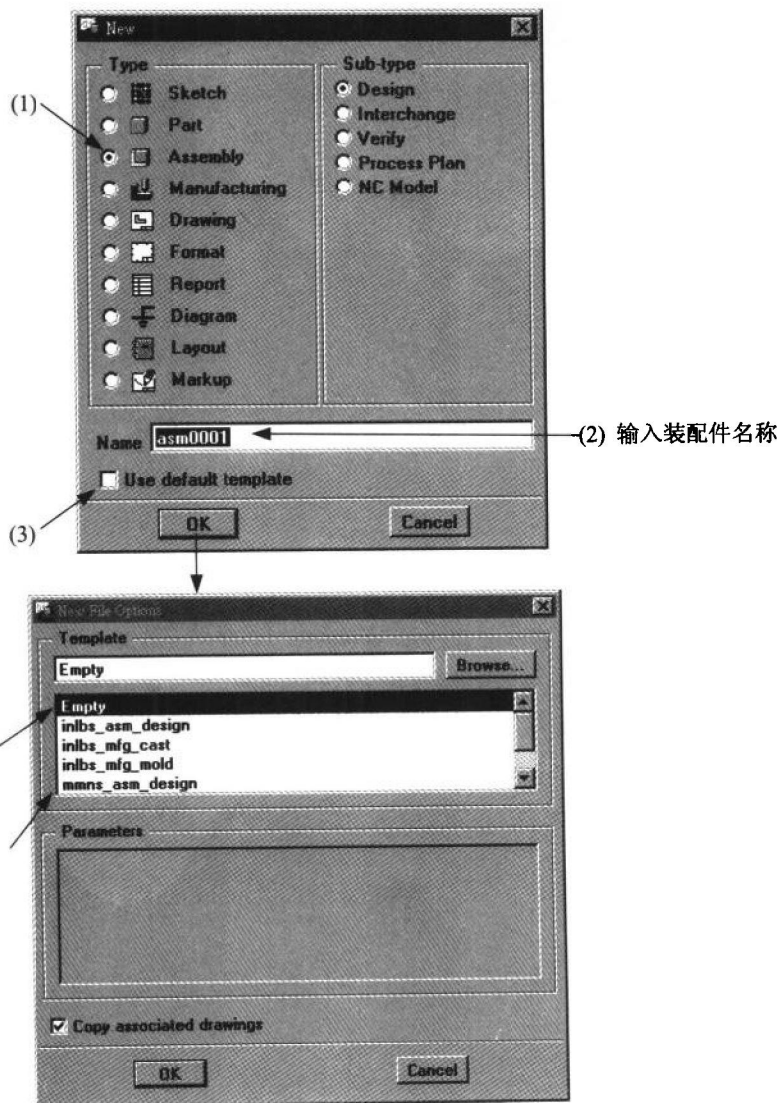

图 1.1
1. File / New → [在 Type 选项区域选择 Assembly 单选按钮, 如图 1.1 上图所示, 输入装配件名称 → 清空 Use default template 复选框(即不使用默认的作图环境)→ 单击 OK 按钮]
2. [选择 Empty, 如图 1.1 下图所示(若需要创建 3 个基准平面, 且使用国际标准计量单位(即毫米、牛顿、秒), 则选择 mmns_asm_design)→单击 OK 按钮]